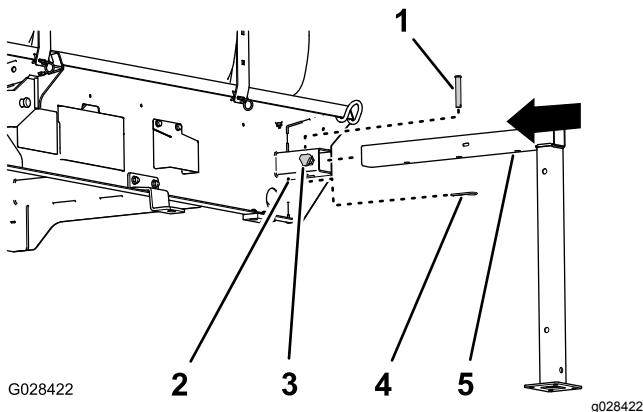

Figura 105
1. Alinee el soporte fijo delantero con el receptor del soporte fijo de la parte delantera del depósito (Figura 105).
esté alineado con el orificio de la parte superior del receptor (Figura 105).
4. Enrosque un mando de bloqueo en el receptor y apriételo a mano (Figura 105).